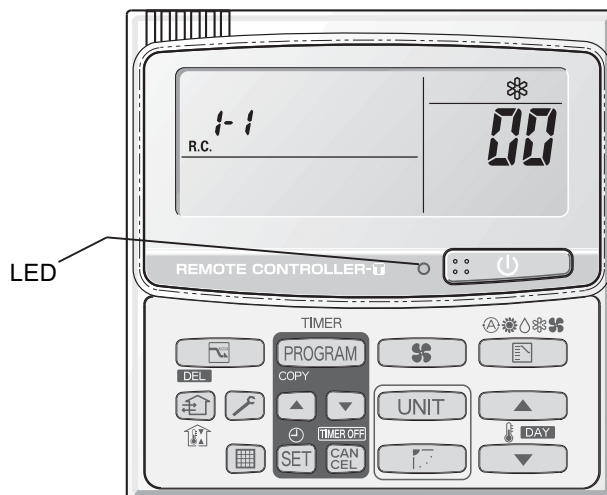

Fig. 1
- Marche/arrêt de toutes les unités (Fig. 1)
- Changement mode froid/mode chaud (Fig. 1)